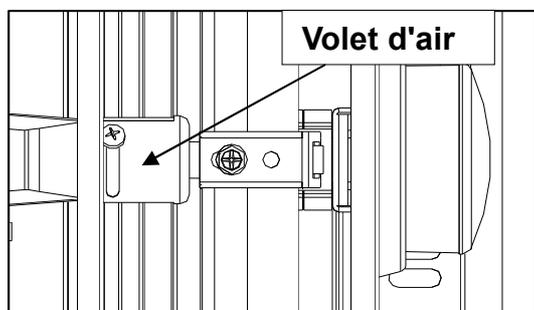

Fig. 36 Volet d'air
- a. Desserrez l'obturateur d'air. L'obturateur est situé à l'extrémité des brûleurs de gaz, sous la boîte de commande. Voir Fig. 36.